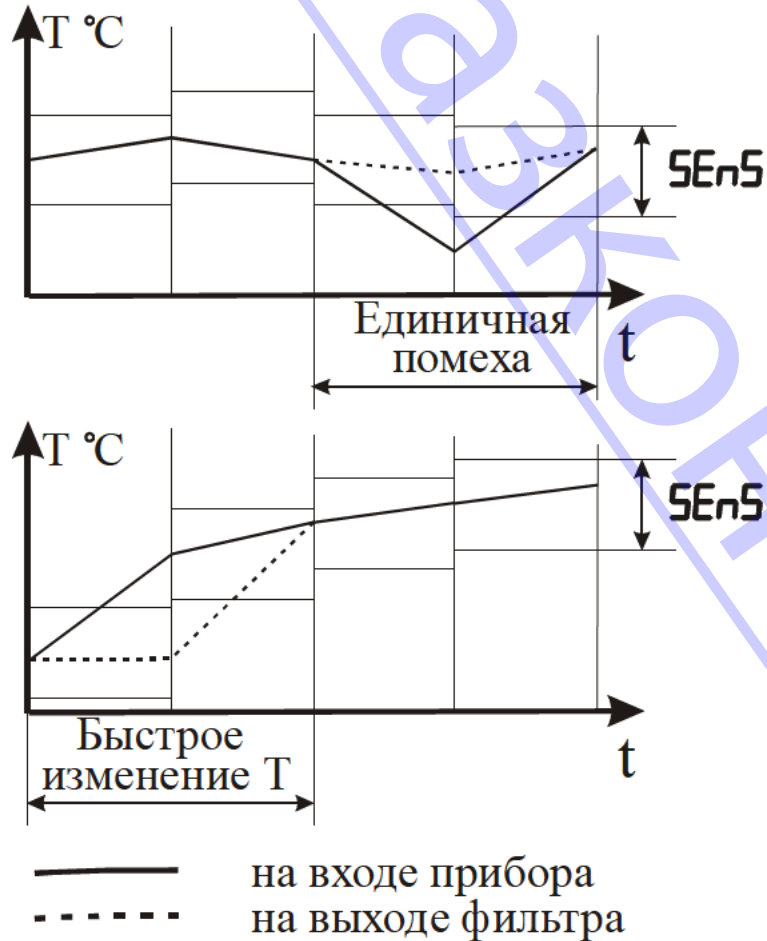

Рисунок 3.13 – Работа фильтра при воздействии случайной помехи и быстром изменении сигнала
3.3.3.7 С целью уменьшения влияния случайных импульсных помех на показания в прибор введена цифровая фильтрация. Работа фильтра описывается параметром “Полоса фильтра”. Если текущее значение температуры отличается от результатов предыдущего измерения на значение, которое превышает указанное в параметре “Полоса фильтра”, то проводится повторное измерение температуры, а на индикаторе остается старое значение (см. рисунок 3.13). О повторном измерении свидетельствует мигание светодиода “К1”.